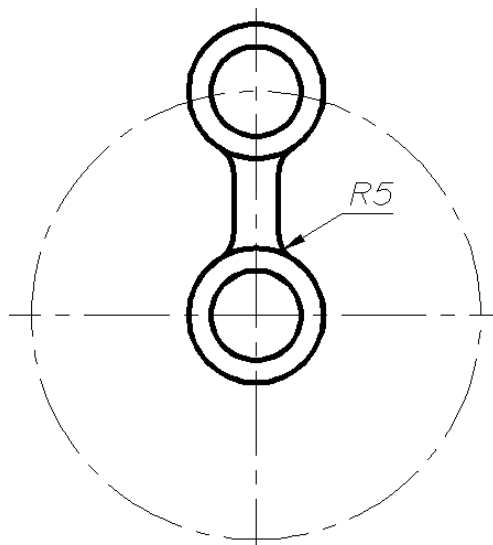

Рис. 50
6) Командой **Сопряжение**  сгладить острые кромки радиусом 5 мм (рис. 50).